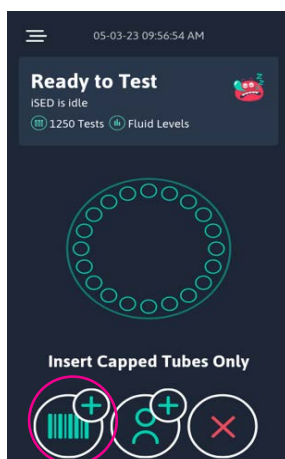

Рисунок 21
1. Нажмите на иконку штрихкода со значком плюса (рис. 21).